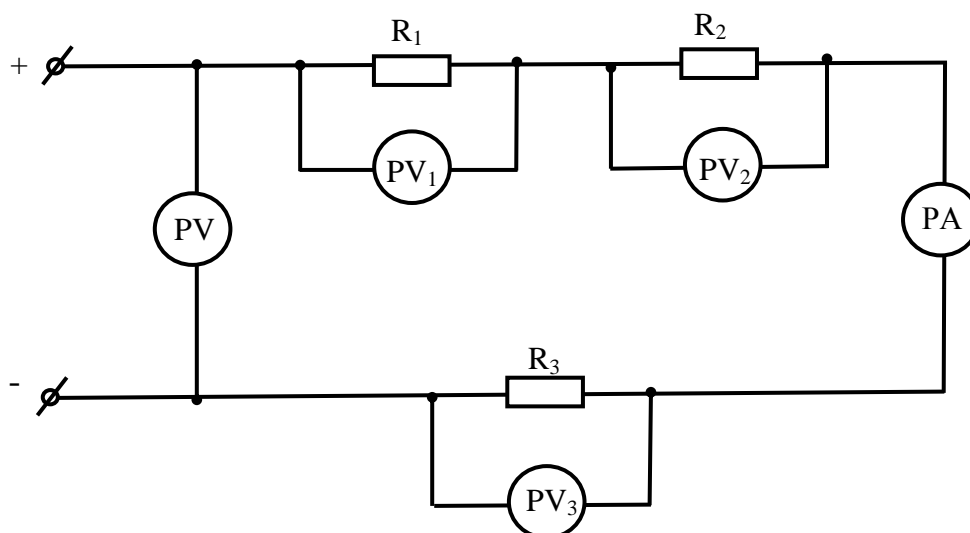

Рисунок 5.1 – Схема электрическая принципиальная при последовательном соединении резисторов
3. Рисунок 5.1 – Схема электрическая принципиальная при последовательном соединении резисторов.